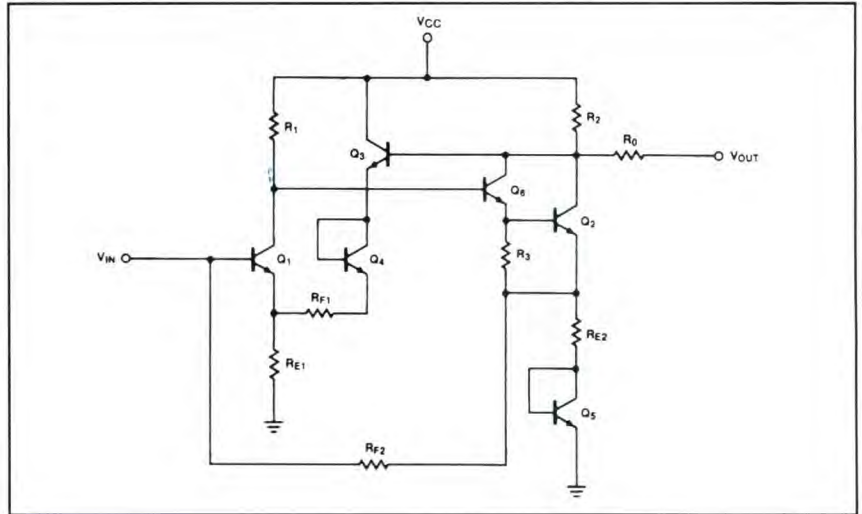

Figura 2. Circuito interno equivalente del SE5205.
mici e l'alto costo dei componenti. L'NE/SA/SE 5205 risolve tutto incorporando un amplificatore a larga banda in un unico chip monolitico, lo schema interno equivalente è riportato in **Figura 2**. Il componente è ben adattato alle impedenze d'ingresso/uscita di 50 o 75 Ω . Il rapporto di onde stazionarie nei sistemi a 50 e 75 Ω non supera 1,5 sia all'ingresso che all'uscita, dalla continua al limite della larghezza di banda a -3 dB. Trattandosi di un piccolo integrato monolitico, risultano minimizzati i problemi come la capacità dispersa. Le dimensioni esterne sono talmente ridotte che il componente trova posto in un contenitore molto piccolo (SO) ad 8 piedini, riducendo così ulteriormente l'influenza degli effetti parassiti. E' anche disponibile un contenitore metallico TO-46, che ha un collegamento all'involucro per la massa RF e